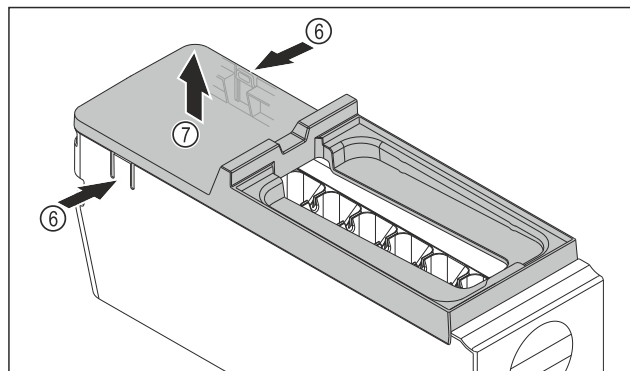

Fig. 159
- Abdeckung des EasyTwist-Ice-Körpers entnehmen: Laschen Fig. 159 (6) an den beiden Seiten des EasyTwist-Ice-Körpers mit einer Hand drücken.
- Abdeckung Fig. 159 (7) mit der anderen Hand nach oben entnehmen.